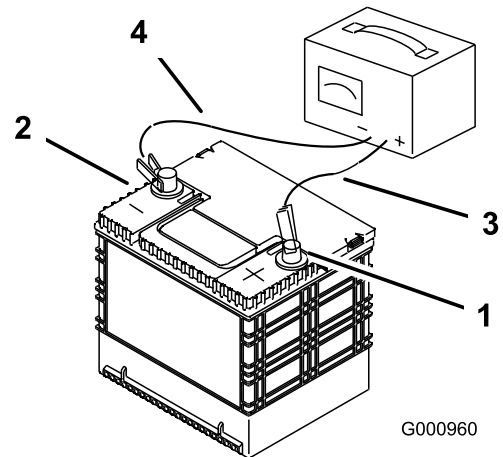

Figura 55
3. Cuando la batería esté completamente cargada, desconecte el cargador de la toma de electricidad, luego desconecte los cables del cargador de los bornes de la batería (Figura 55).